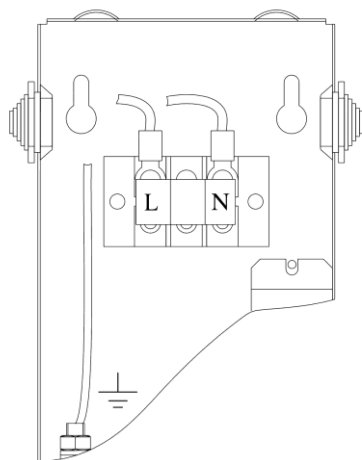

Рисунок 6. Подключение электрокотла к сети.
Присоедините рабочий нулевой провод на клемму нейтраль (N) котла. Присоединить фазный провод на клемму L силовой колодки. Защитный нулевой провод (РЕ) подключить на болт «ЗАЗЕМЛЕНИЕ» (см. Рис. 6)